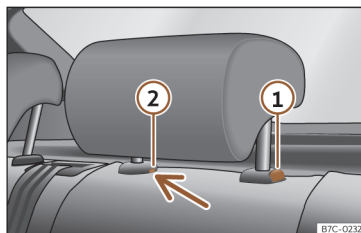

Fig. 103 Encostos de cabeça traseiros desmontagem.
- Pressione o botão >>> Fig. 103 ①, pressionando ao mesmo tempo através do orifício da trava de segurança ② com uma chave de fendas plana com um máximo de 5 mm de largura e retire o encosto de cabeça.